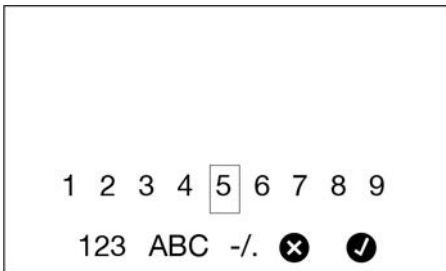

图 47
2. 会显示图 47 中所示的屏幕。此屏幕可用于为预设创建唯一的描述。